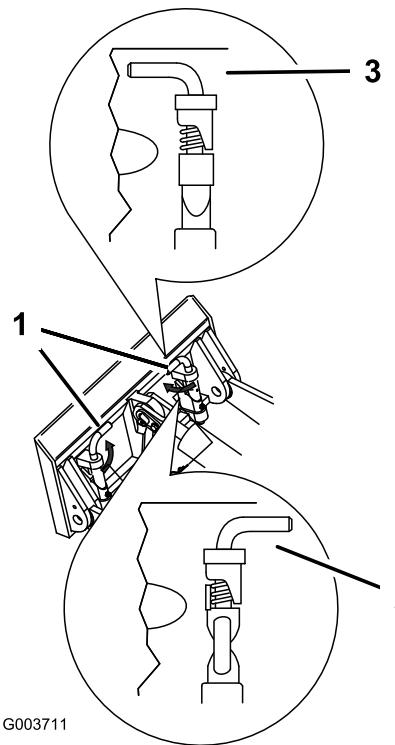

Figure 22
- Engagez complètement les goupilles à fixation rapide dans la plaque de montage (Figure 22).